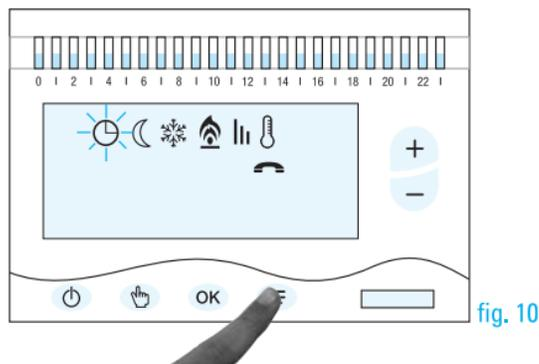

fig. 10
5.1 Premere il tasto menù, sul display compaiono i seguenti simboli fig.10
Premere il tasto MENU', sul display compaiono i seguenti simboli fig.10 Il simbolo dell'orologio lampeggia.
9.5 Premere il pulsante MENU, sul display compaiono i simboli. fig.10